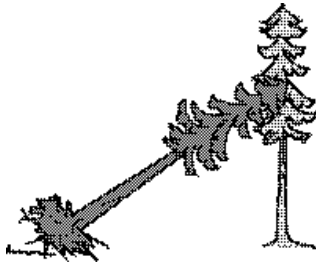

Figure 1 : Arbre déraciné et encroué
■ Arbre déraciné et encroué (Figure 1)